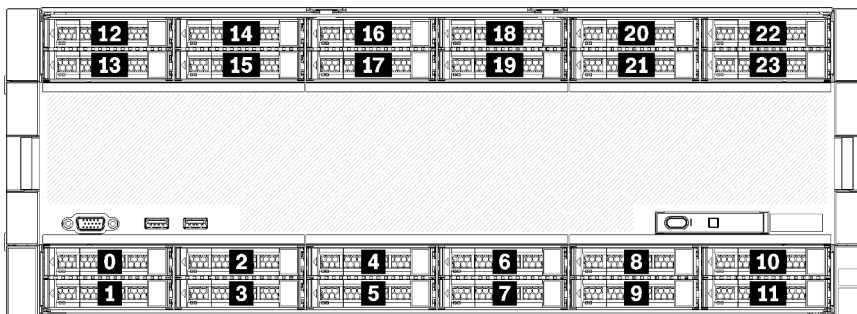

Figura 7. Posizioni dei vani delle unità
- Le due unità superiori supportano unità di interfaccia SAS, SATA o NVMe (Lenovo AnyBay). Il server può supportare fino a 12 unità NVMe, a seconda della configurazione del server. I vani delle unità compatibili con NVMe sono quelli con numeri pari, come mostrato in Figura 7 "Posizioni dei vani delle unità" a pagina 22.